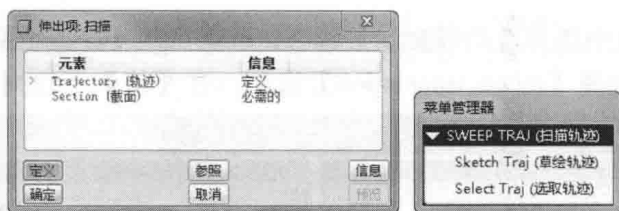

图 1-15 【伸出项：扫描】对话框和【扫描轨迹】菜单管理器
- ⑦ 选择【插入】|【扫描】|【伸出项】菜单命令，弹出如图 1-15 所示的【伸出项：扫描】对话框和【扫描轨迹】菜单管理器，为中英文双语显示。